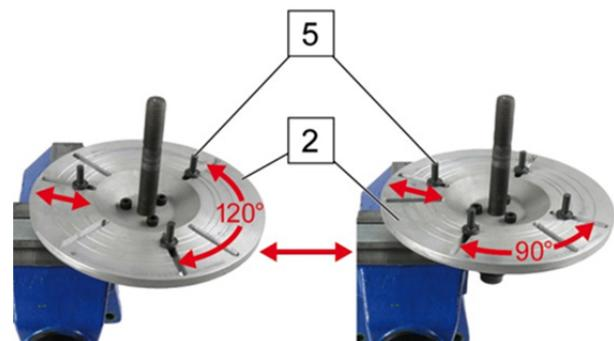

Abb. 3: Seitenschlagprüfgerät und Aufnahmeteller
3. Aufnahmeteller (1) bestücken und die Flügelmuttern (5) festziehen (vgl. Abb. 3).
4. Aufnahmeteller (1) festhalten und die Spannmutter (11) festziehen.